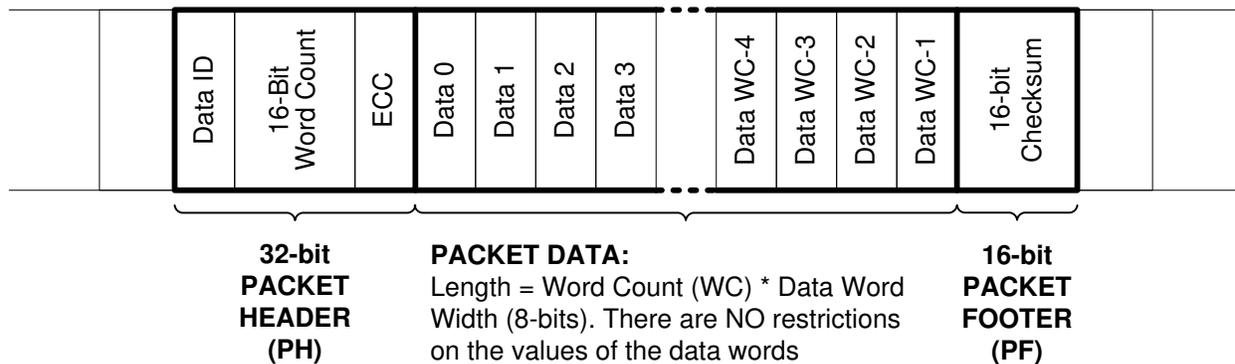

図 6-3. CSI-2 ロング パケットの構造
ロング パケットは、32 ビットのパケット ヘッダー (PH)、ワード数可変 (8 ビットデータ ワード) のアプリケーション固有のデータ ペイロード、16 ビットのパケット フッター (PF) という 3 つの要素で構成されています。パケット ヘッダはさらに、8 ビットのデータ識別子、16 ビットのワード数フィールド、8 ビットの ECC の 3 つの要素で構成されています。パケットフッターは、16 ビットチェックサムという 1 つの要素だけです。図 6-3 に、ロング パケットの構造を示します。